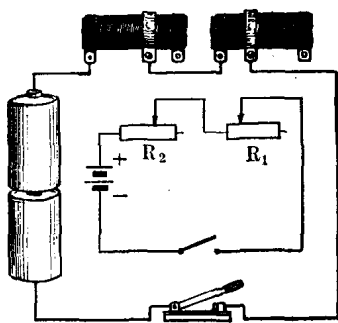

图 1-8
把两个（或更多的）用电器的两端依次连接成一串叫串联。图 1-8 是两个滑线变阻器（代表用电器）组成的串联电路， R_1 、 R_2 分别表示它们的电阻（导线的电阻很小，可以忽略不计）。
3. 串联电路的电阻: 从图 1-8 可以看出, 把导体串联, 相当于导体的长度增加了。前面说过, 导体越长, 电阻越大。应用欧姆定律, 不难得出: